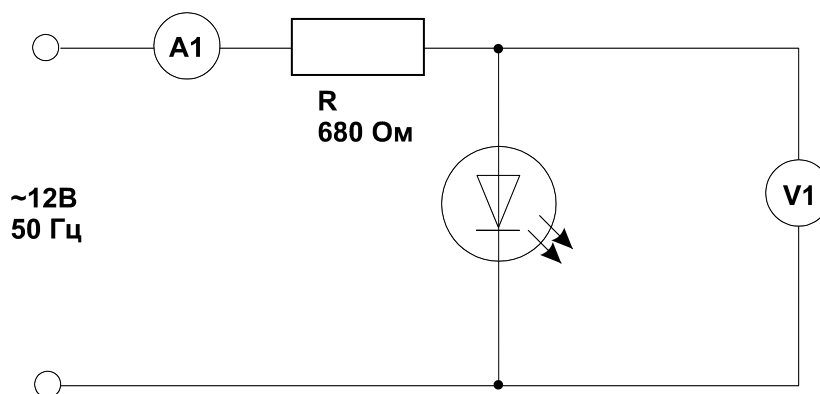

Рис. 3.1.1
- Подведите одно из линейных напряжений 12 В, 50 Гц трехфазного источника к цепи (рис. 3.1.1) и заосциллографируйте зависимость напряжения от тока. На схеме А1 и V1 – входы коннектора. Для получения на виртуальном осциллографе зависимости напряжения от тока включите режим X-Y переключателем «XY-развертка».